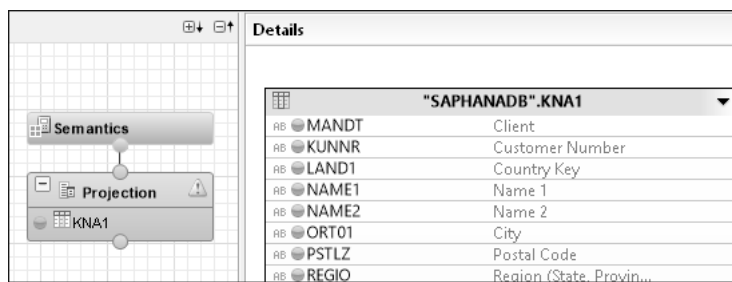

Abbildung 3.28 Informationen zur Datenquelle des Projektionsknotens
- In der Modellierungssicht wird nun die Tabelle im Projektionsknoten angezeigt. Neben der grafischen Modellierungssicht werden die Felder der ausgewählten Tabelle (die Attribute) in den **Details** angezeigt (siehe Abbildung 3.28).